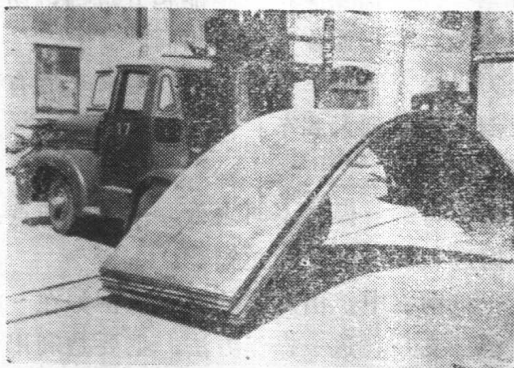

图 15
(3) 铲齿起升钢板时，铲齿进入钢板底下的深度，应留出铲齿根部约150~200毫米，便于堆放时倒车抽出铲齿。对特殊宽的钢板，铲齿全长不及钢板宽度 $\frac{2}{3}$ 时，则不宜操作，防止行驶时钢板受震动滑落，发生事故。
(4) 上述超宽度的钢板，当重量小于铲车规定的载重量，如无适当的起重机械，而又必须使用铲车操作时，可在铲齿上套上适当长度的套齿，然后再操作。
(5) 铲车装载货物作较长距离运输时，铲齿必须铲足，以求稳固。
(6) 铲齿起升后，左右两头下垂的钢板，由于两头下垂，重量在垂线上，所以门架不宜过分后仰，以免钢板重量全部集中在两只铲尖上，而当前后摇晃失去重心，会发生滑落事故(图15)。
(7) 码垛成堆后的钢板，因装船、装车需要铲车操作时，可利用钢板边的参差间隙用铲车的单齿挑起需要的钢板数，然后在挑起钢板的空档中塞入垫木。但须注意，由于铲车单齿接触钢板的面积较少，故不能起升过高，防止钢板脱齿滑下发生事故。其它操作与上述相同。
(8) 每关码垛完毕倒车抽齿，先要看清车后有否行人和车辆，防止倒车时碰到人和车。